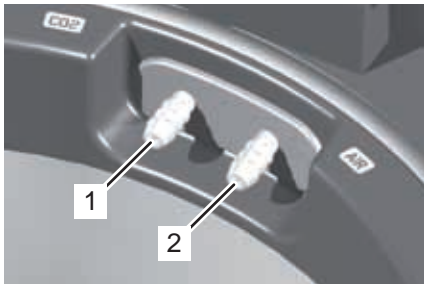

Fig. 10
3. Pour le branchement ultérieur du fût, utilisez le branchement d'air „AIR“ (Fig. 10/2).
3. Pour le branchement ultérieur du fût, utilisez le branchement d'air „CO₂“ (Fig. 10/1).